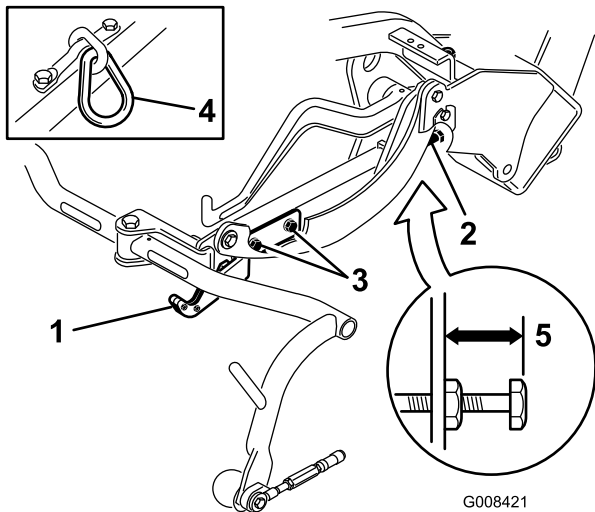
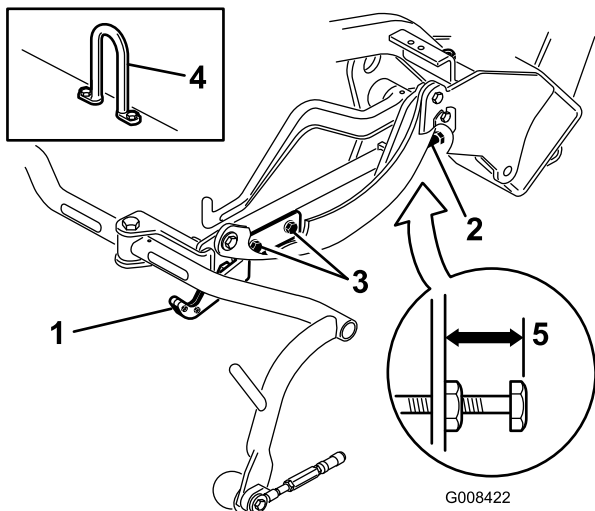
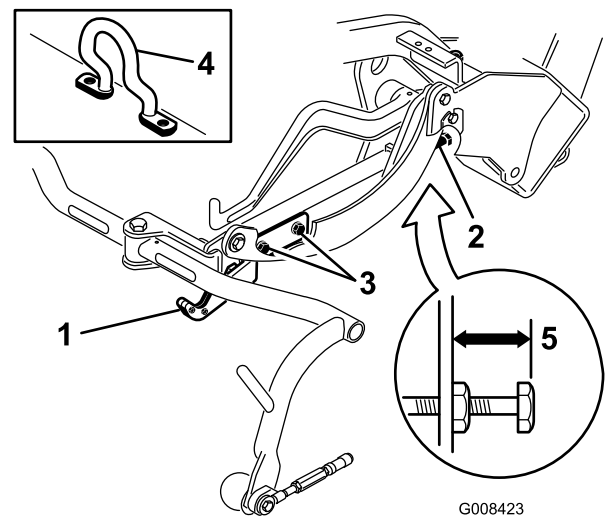

図 13
図 14
図 15
移動走行時の高さ (図 13 と 図 14) を点検し、必要に応じて調整します。
2. チェーン・リンクまたはストレート型の昇降フック (図 13 と 図 14, 挿入図) のついているCuttingユニットでは、キャリア・フレーム調整ねじの上面からキャリア・フレームの背面までの距離が 22 mm になっていることを確認する。この距離が 22 mm になっていない場合は手順 4 へ進む。オフセット・リフト・リンク (図 15) のついで
- 移動走行プレート取り付けねじをゆるめる (図 13 と 図 14 と 図 15)。
- キャリア・フレームの高さがそろっていない場合は、キャリア・フレーム調整ねじの上についているジャムナットをゆるめる (図 13 と 図 14 と 図 15)。高くするにはねじを外方向にまわし、低くするには内方向にまわす。調整ができればジャムナットを締めて調整を固定する。
- オフセット・リフト・リンク (図 15) のついているカッティングユニットでは、キャリア・フレーム調整ねじの上面からキャリア・フレームの背面までの距離が 25 mm になっていることを確認する。この距離が 25 mm になっていない場合は手順 4 へ進む。